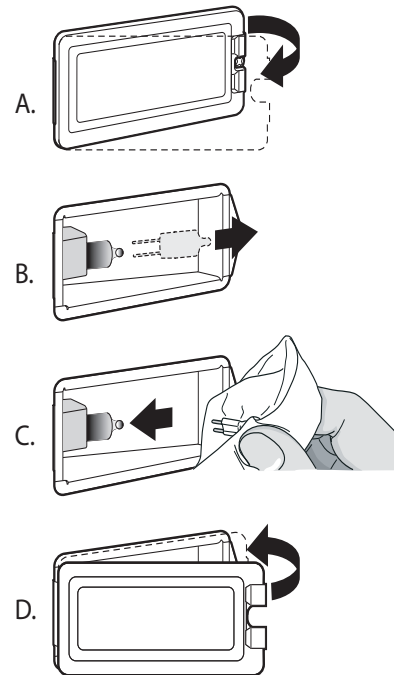

Figura 44: Ubicación de la abertura
3. Inserte un destornillador plano entre la atadura de fijación y la caja protectora (Figura 44, A).
6. Quite la tapa de la lente de vidrio y la atadura de fijación (Figura 44, B).
8. Tire hacia abajo para instalar la bombilla correctamente (Figura 44, C).
9. Instale la lente de protección en la atadura del soporte y empuje la otra extremidad hasta que la atadura de fijación se enganche a la caja protectora (Figura 44, D).